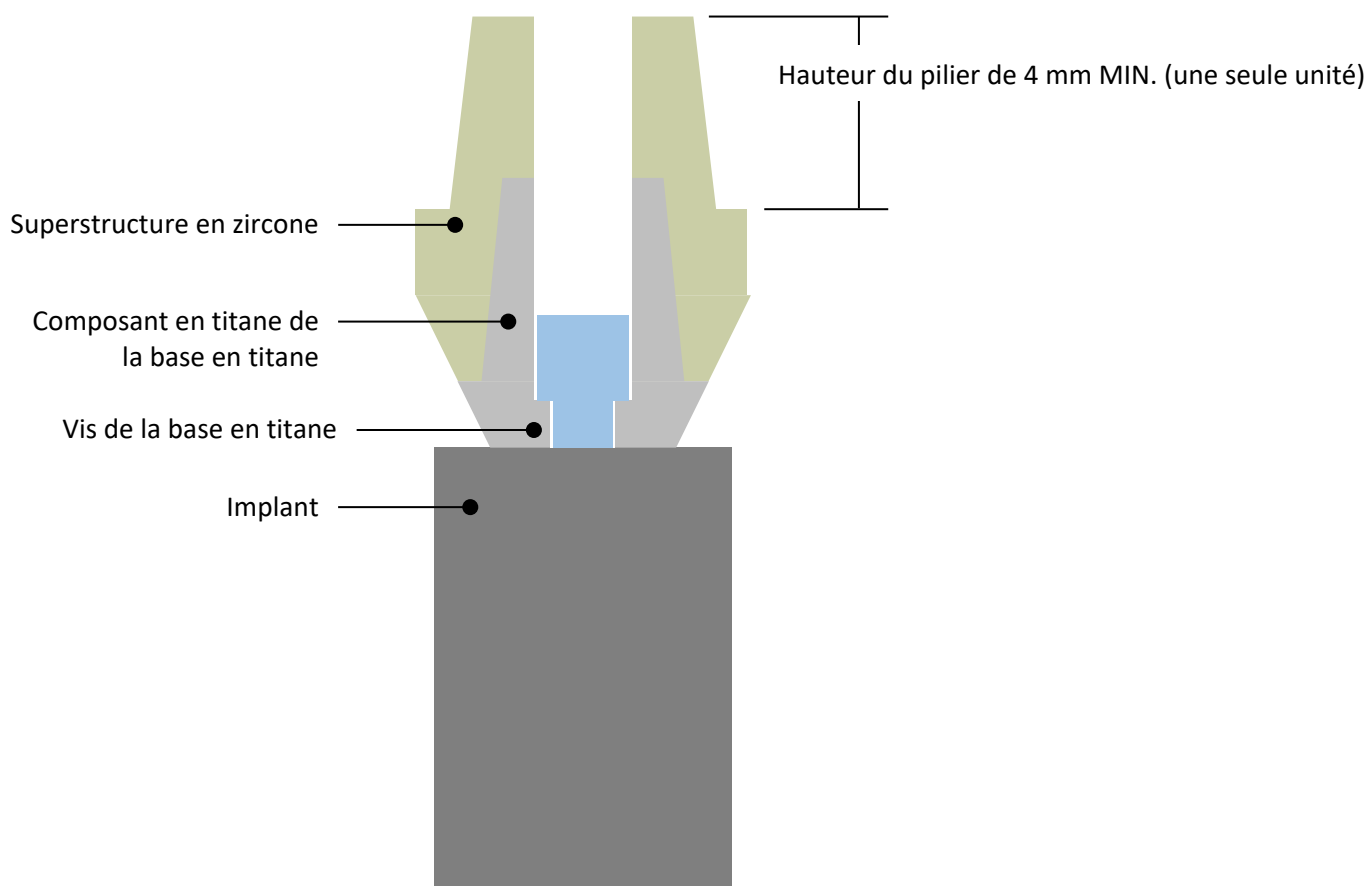

Figure 1 – Limitations de conception d'une superstructure en zircone
- Hauteur du pilier $\geq 4,0$ mm (se reporter à la **Figure 1**)